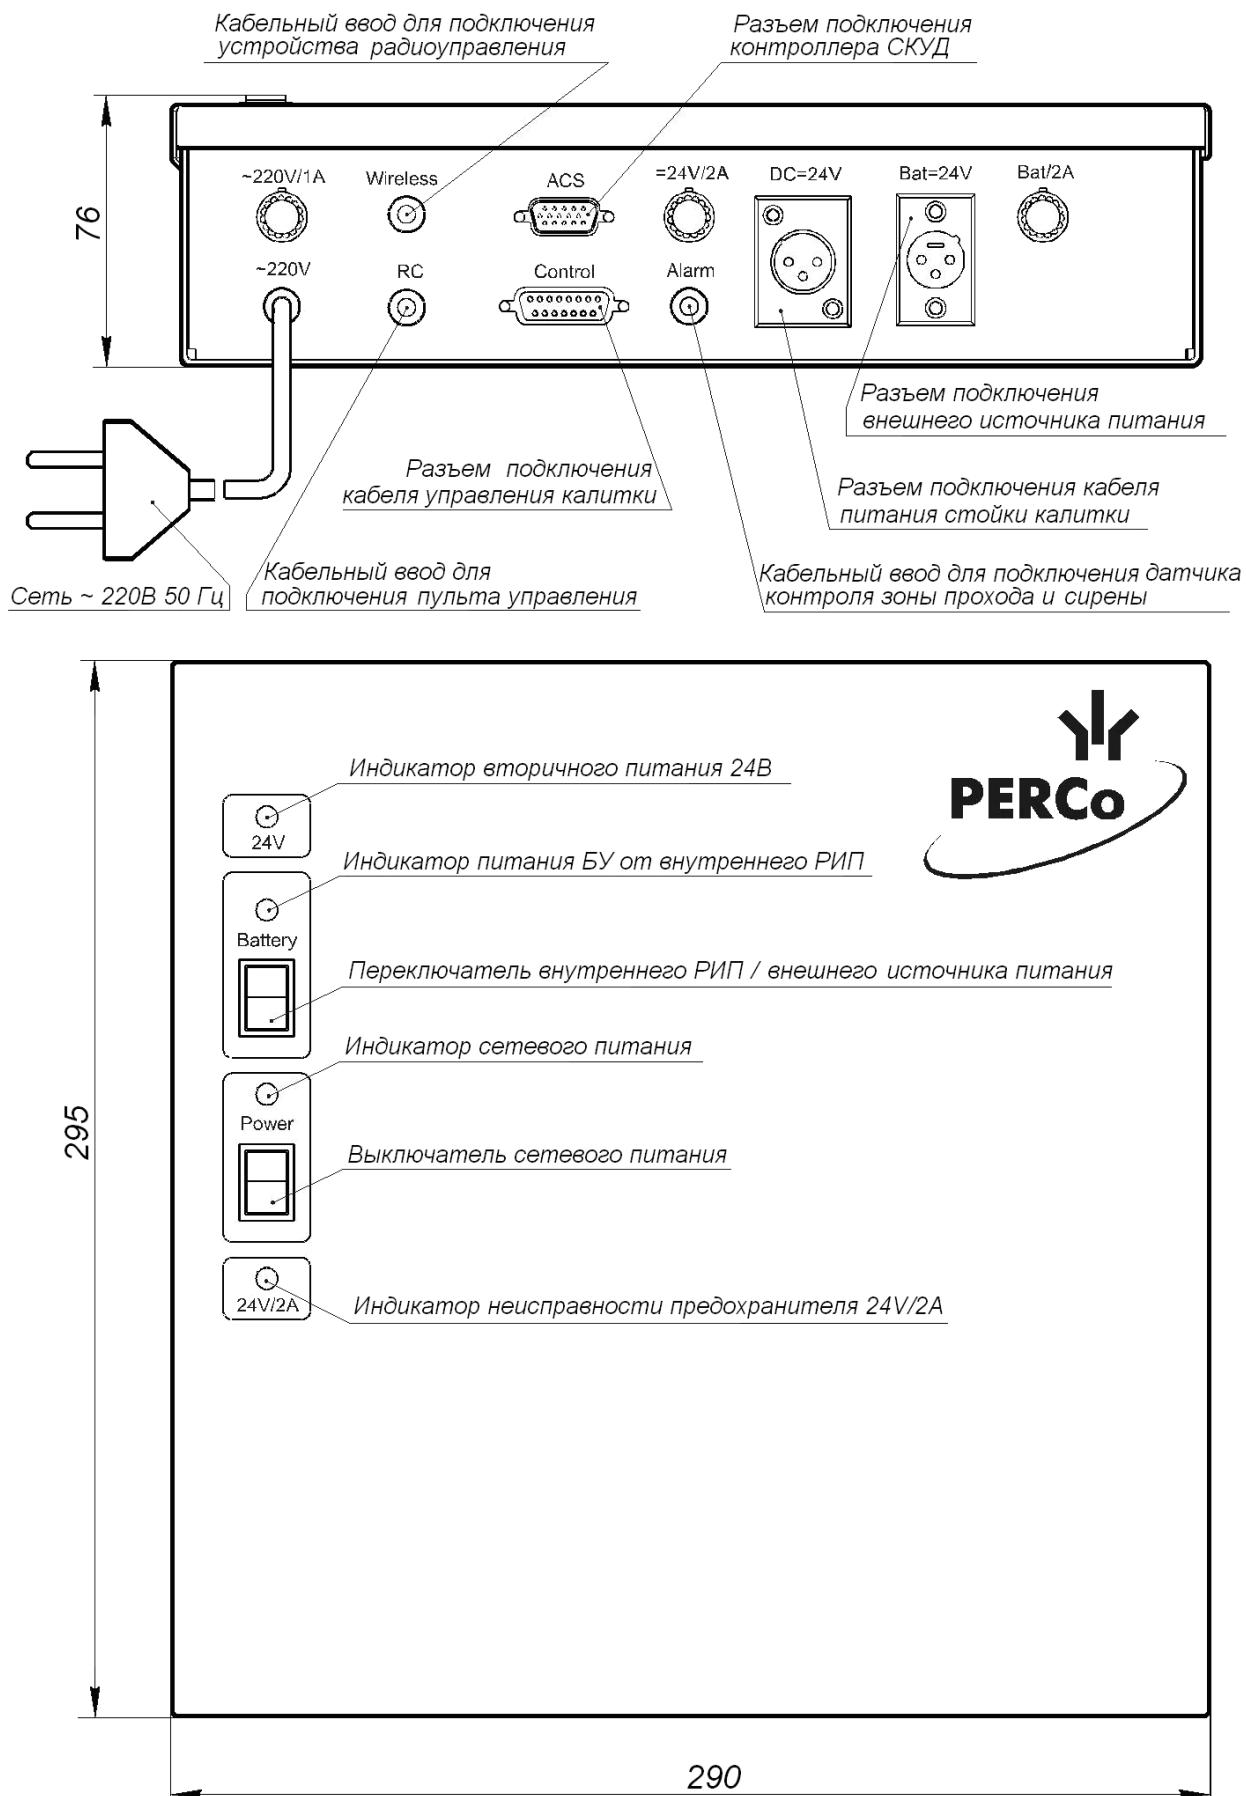

Рисунок 4. Внешний вид БУ
калиткой. ПДУ (9) подключается к БУ (8) гибким многожильным кабелем (12) через кабельный ввод в нижней панели БУ (см. рис.4).
Все переключения в блоке управления производить только при выключенном питании (выключатели **«Power»** и **«Battery»** в положение **«0»**, рис. 4) и отсоединенном от сети сетевом кабеле.
БУ (8) предназначен для обеспечения электропитания внутреннего оборудования калитки и реализации алгоритма управления. Он выполнен в виде отдельного прибора в закрытом металлическом корпусе с крышкой (см. рис. 4), который имеет возможность настенного крепления с антисдергивающей фиксацией. Возможно настольное использование БУ.
В корпусе БУ (8) находятся: силовой трансформатор, модуль ИП, модуль процессорный, два 12-вольтовых аккумулятора внутреннего РИП. На лицевой панели БУ расположены следующие индикаторы (см. рис. 4):
Подключение СКУД производится к разъему **«ACS»** блока управления (см. рис. 4). Назначение контактов разъема **«ACS»** блока управления показано на рис. 6. Разъем СКУД прилагается в комплекте ЗИП.